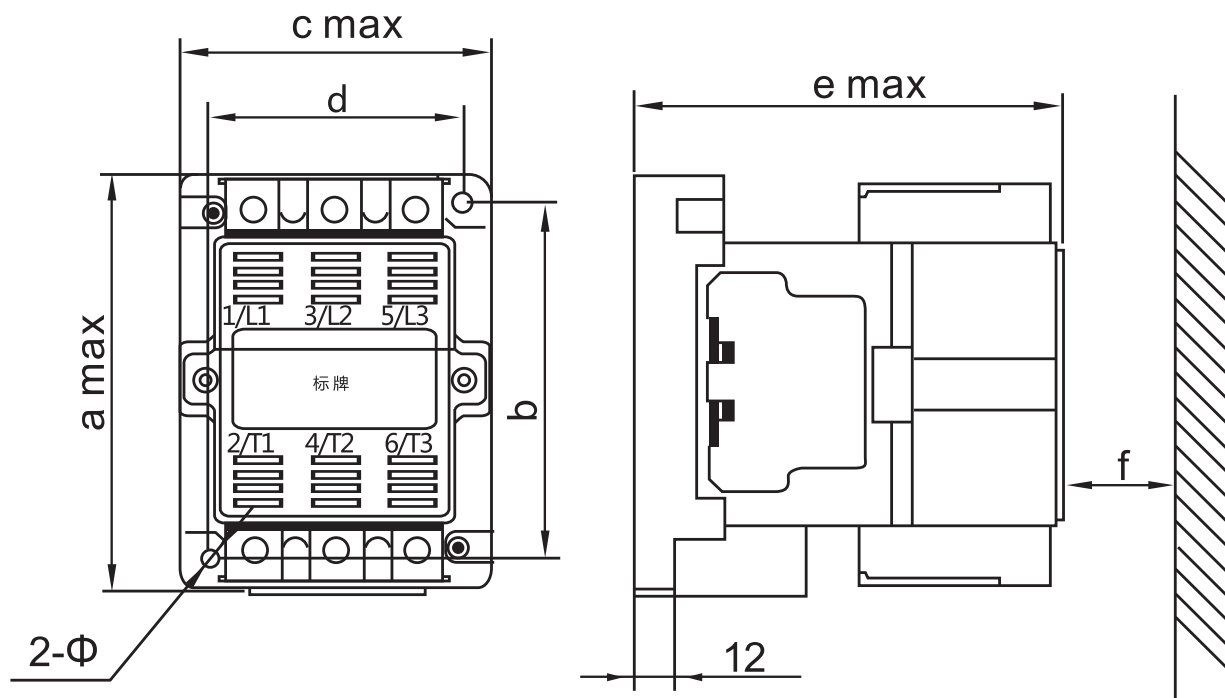

图2 CJX1-45/140外形尺寸及安装尺寸
5.2 CJX1-45 ~ 140的外形及安装尺寸图2及表5。